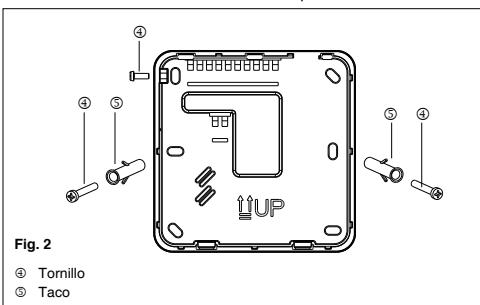

Fig. 2
- Separar la base del mando quitando el tornillo situado en la parte superior izquierda (Fig. 2). Colocar la base sobre la pared marcando los puntos de perforación.
- Fijar el mando a la pared mediante los tacos ⑤ específicamente previstos.
- Cerrar el mando con su tapa por medio del tornillo quitado anteriormente (Fig. 2).